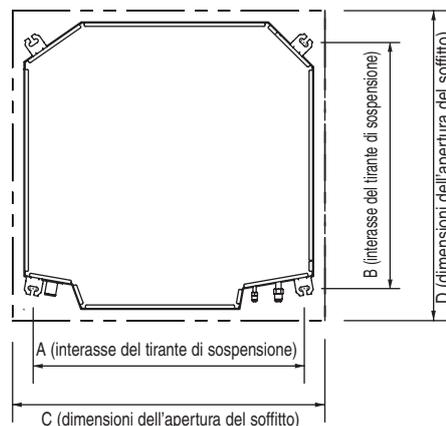

Fig. 3-2
- (2) Seguire la fig. 3-2 e la tabella 3-1 per praticare i fori nel soffitto.